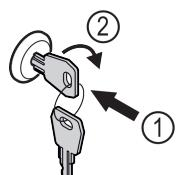

Fig. 150
- Vstavite ključ Fig. 150 (1).
- Ključ obrnite v smeri urnih kazalcev za 90° Fig. 150 (2).